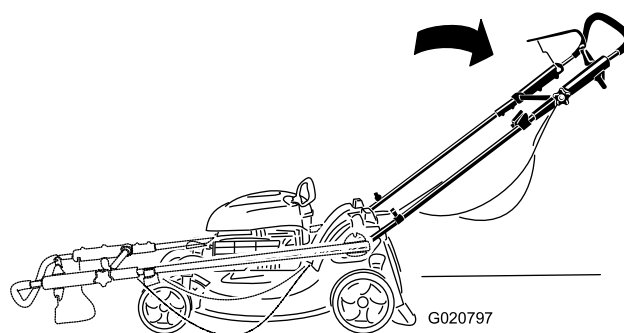

Bild 3
1. Klappen Sie den Bügel auf, siehe Bild 3.